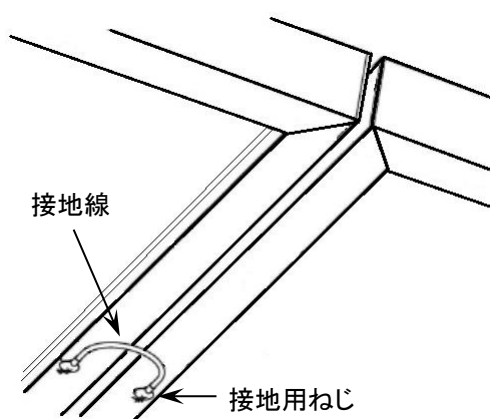

図 3 モジュール間接地工事
- ・太陽電池モジュールのフレーム上に接地穴とその位置が示されていますので、全ての太陽電池モジュールを適切に接地してください。(図3・4参照)